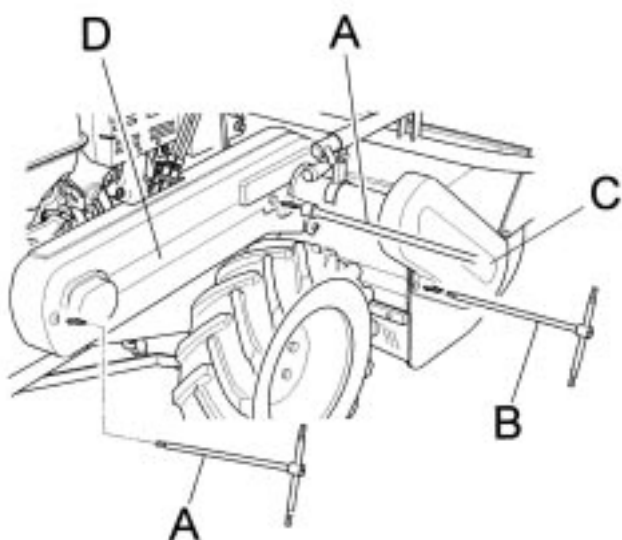

Fig. 9
- Enlever la protection en plastique (fig. 9 réf.C), en dévissant et en enlevant les vis indiquées figure 9 réf. B
Pour accéder à la zone dans laquelle sont situés les courroies de transmission et le dispositif de réglage du frein rotor, il est nécessaire d'enlever la protection en plastique (fig. 9 réf. D) , puis de dévisser et d'enlever les 4 vis indiquées figure 9 réf. A
- Les carters de protection des courroies (Fig. 9 réf. D et C) et les protections de la lame (Fig. 1 réf. H) doivent toujours être installés correctement et être en bon état. En cas de détérioration, les réparer avant de réutiliser la machine.
- Nettoyer l'intérieur du carter de protection courroie (fig. 9, réf. D) avec un jet d'air.